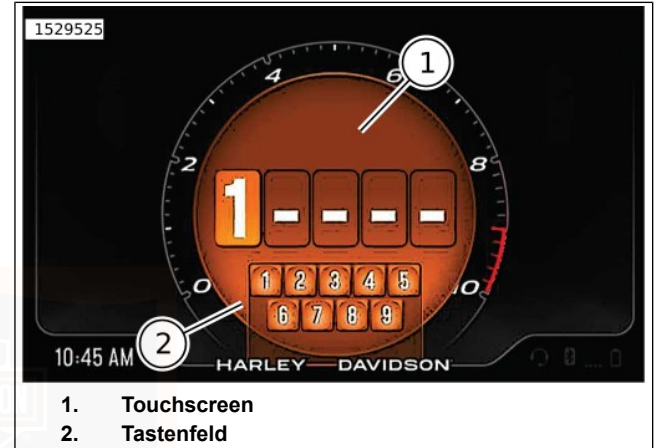

Abbildung 21. PIN-Bildschirm mit Eingabe über ein Tastenfeld
1. Abbildung 21 Beim Berühren des PIN -Bildschirms (1), wird der Tastatureintrag (2) angezeigt.